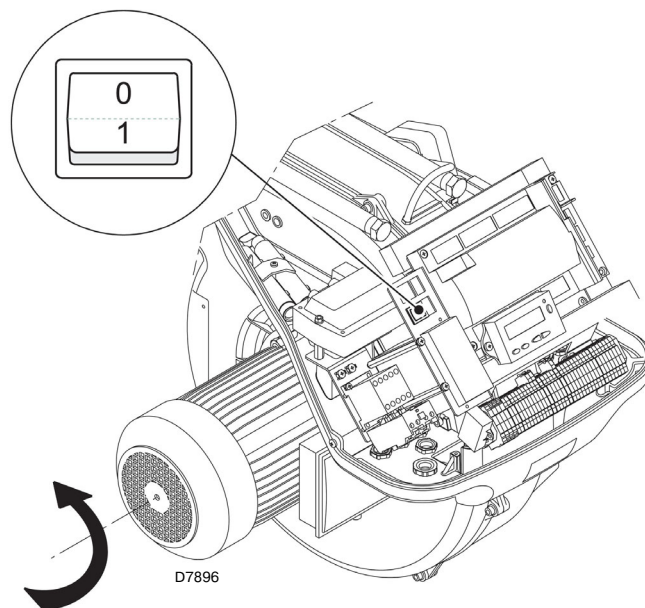

Рис. 27
Закрыть термостаты/реле давления и установить выключатель Рис. 27 в положение "1".
Как только горелка включится, встаньте напротив охлаждающей внутренней крыльчатки двигателя вентилятора и проверьте, что она вращается против часовой стрелки. См. Рис. 27.
- установите выключатель Рис. 27 в положение "0" и подождите пока приборы произведут фазу гашения;
Горелка в состоянии ожидания запроса на нагревание или многопозиционный переключатель "0-1" (Рис. 27 стр. 32) на Рис. в положении "0".